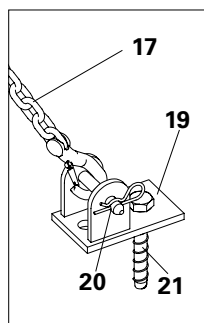

Fig. A10.04
1. Montare la piastra base RS (19) sulla struttura esistente con il perno di ancoraggio PERI 14/20 x 130 (21). Angolo di rinforzo 60°. (Fig. A10.04)
2. Collegare la catene di ancoraggio 3,0 kN (17) al tenditore a vite 3,0 kN (18) e collegare il tenditore a vite 3,0 kN (18) alla piastra base RS.
3. Stringere il tenditore a vite (18) fino a che la catena è tesa, usando perni e inserti a molla (20). (Fig. A10.04)